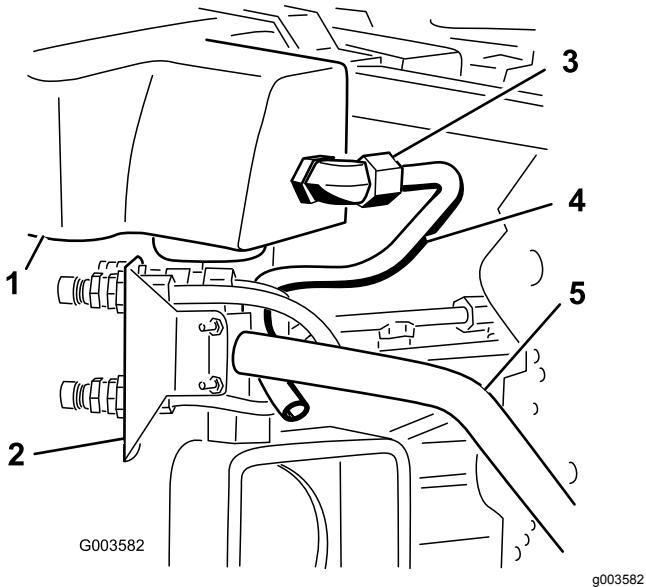
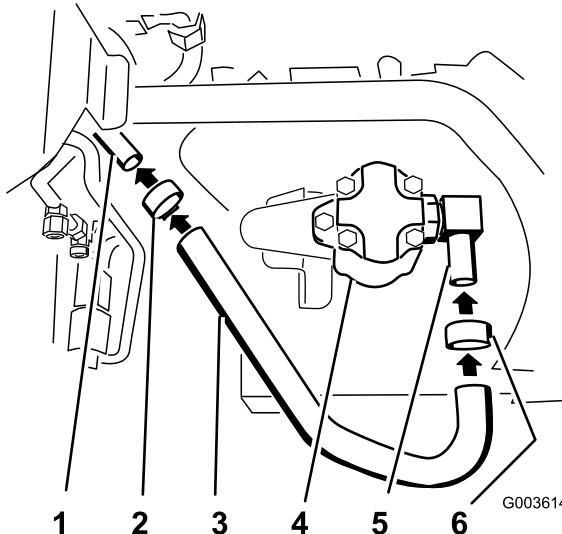
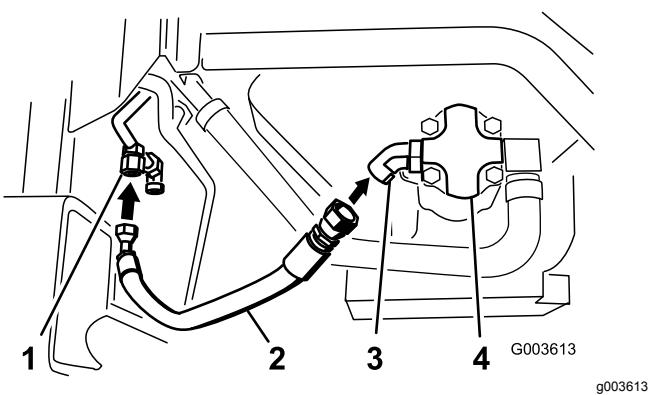
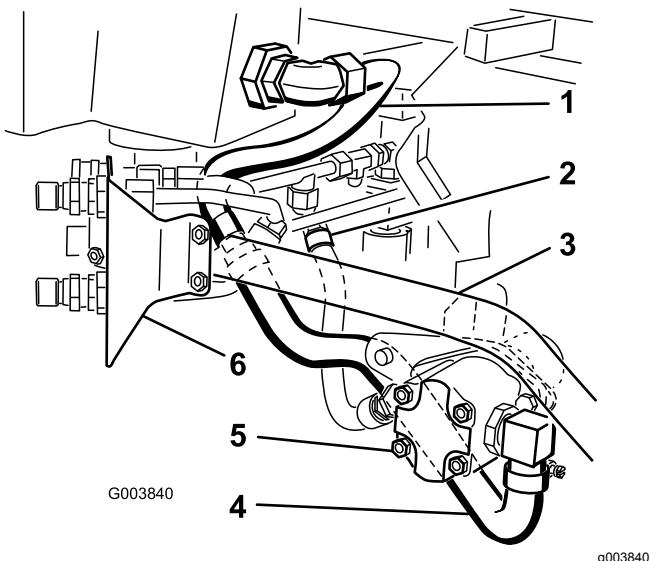

Figura 26
Figura 27
Figura 30
Figura 31
4. Posicione o tubo hidráulico número 3 na máquina como se mostra na Figura 26.
5. Instale o tubo hidráulico número 3 no cotovelo grande de 90 graus instalado no filtro de rede e depósito hidráulico (Figura 26 e Figura 31).
3. Aperte uma braçadeira de tubos em redor do tubo e cotovelo (Figura 27).
4. Instale o tubo hidráulico grande no tubo hidráulico número 3 (Figura 27).
5. Aperte a braçadeira de tubos em redor do tubo e tubo hidráulico número 3 (Figura 27).
2. Instale o tubo hidráulico grande no cotovelo de 90 graus instalado no lado da bomba hidráulica (Figura 27 e Figura 31).
9. Instale o tubo hidráulico com uniões no cotovelo de 45 graus ligado à bomba hidráulica (Figura 30 e Figura 31).
10. Consulte Figura 31 para obter os locais corretos dos tubos e tubos hidráulicos na bomba hidráulica.